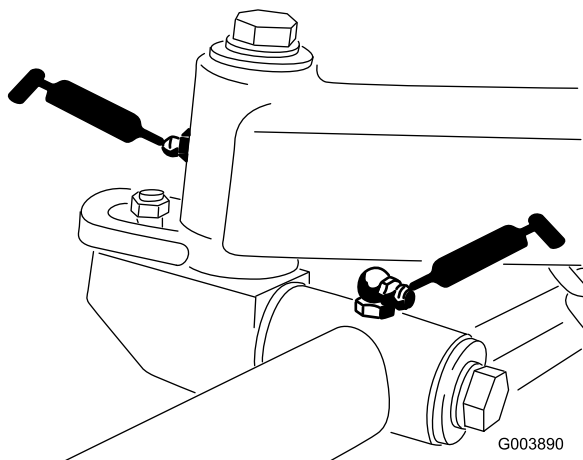

Figura 43
- 2 puntos en el bastidor de tiro/pivote de cada unidad de corte (10 en total) (Figura 43).